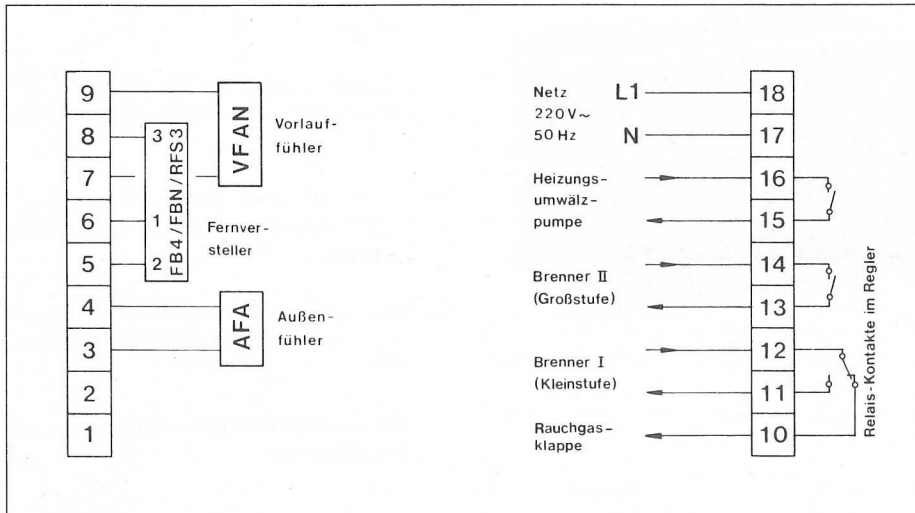

Bild 4 Anschlußschema zu 2.1.2, 2.1.3 und 2.2.1
2.1.2 Witterungsabhängige Vorlauftemperaturregelung mit Fernbedienung FB4 (Bild 4).
2.1.3 Witterungsabhängige Vorlauftemperaturregelung mit Fernbedienung FBN zur raumgeführten Absenkung (Bild 4).
2.2.1 Raumtemperaturregelung mit Raumfühler RFS3 und Erfassung der Außentemperatur durch den Außenfühler AFA. (Bild 4).
Montage: Grundplatte nach Abziehen der Kappe an der vorgesehenen Montagestelle befestigen, die Anschlußdrähte nach Bild 4 bzw. 5 anklammern und Kappe wieder aufstecken.